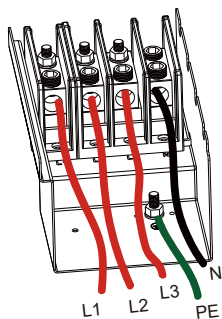
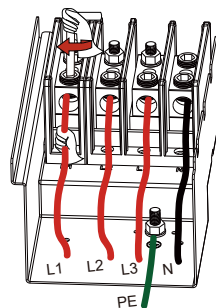

Fig. 5.9 Conecte los cables de CA a los terminales
Fig. 5.10 Apriete los tornillos de los terminales
2) Conecte el cable a través de la caja de conexiones, la funda impermeable, e insértelo en el terminal (la Fig. 5.9 muestra el modo de conexión de las líneas trifásicas conectadas a la caja de conexiones, con el cable de tierra atornillado a la carcasa del inversor) y utilice un destornillador hexagonal para presionar el mazo de cables contra el terminal de conexión, tal y como se muestra en la Fig. 5.10. El diámetro del orificio de cableado es de 16 mm.